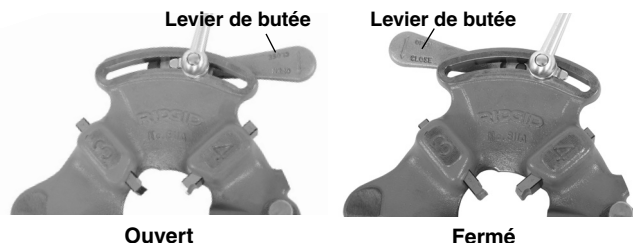

Figure 2 – Levier ouvert et fermé
2. Ouvrez le levier de butée (*Figure 2*).